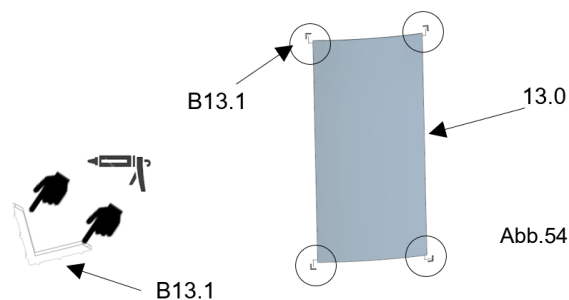

Abb.54
- montieren des Glaskantenschutzes (**B13.1**) (je 4x) an den Seitenscheiben außen (**13.0**). In die Innenseiten des Glaskantenschutzes (**B13.1**) je einen Tropfen Silikon. (Abb.54)